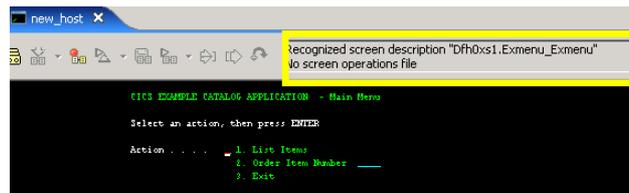

Abbildung 32
5. Danach sollte der Bildschirm des Hauptmenüs als „Dfh0xs1.Exmenu_Exmenu“, also korrekt, erkannt werden (Abbildung 32). Zur Sicherheit können nun auch noch die anderen Bildschirme der Applikation aufgerufen werden.